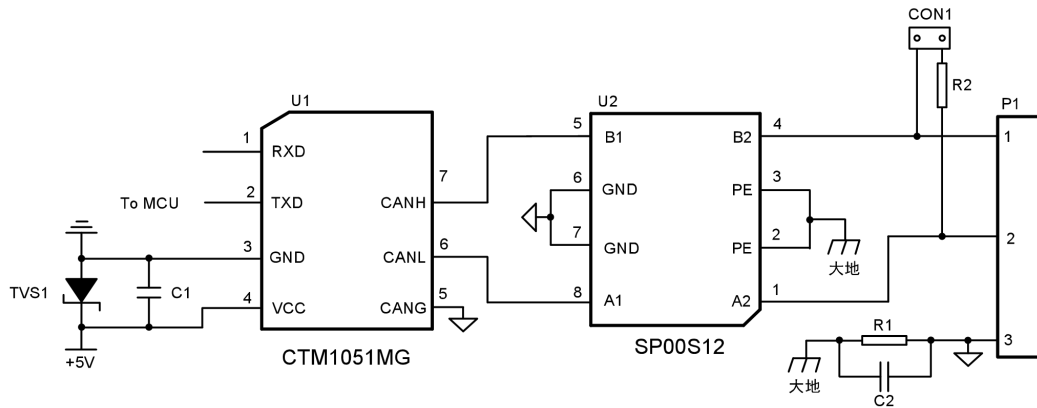
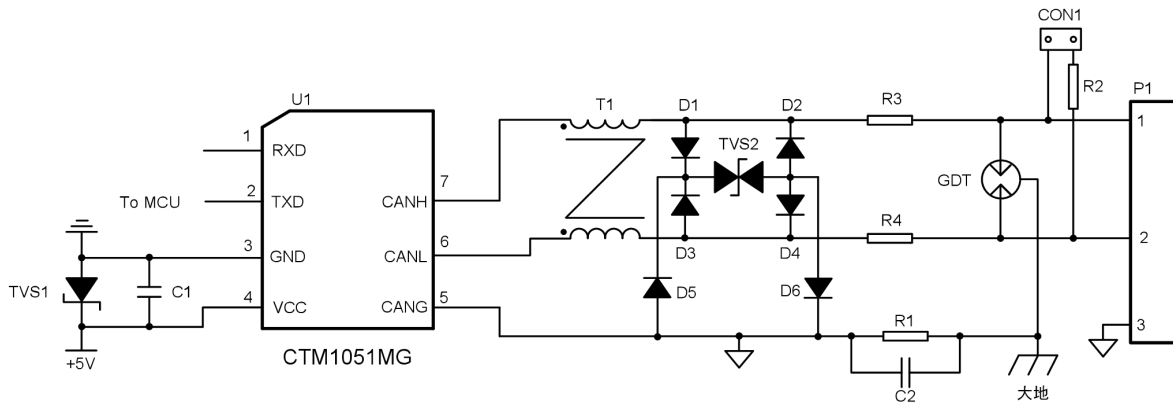

图 3 推荐应用电路 1
图 4 推荐应用电路 2
IEC/EN 61000-4-2 Contact ±8kV(应用电路图 3、图 4) (3)	Perf. Criteria B
IEC/EN 61000-4-5 差模±2kV, 共模±4kV(应用电路图 3、图 4) (3)	Perf. Criteria B
模块应用在户外等恶劣的现场环境时，容易遭受大能量的雷击，此时需要对 CAN 信号端口添加更高等级的防护电路，保证模块不被损坏以及总线的可靠通讯。图 3、图 4 提供了两个针对大能量雷击浪涌的推荐应用电路接线图。按非屏蔽通信线试验配置进行测试，可满足 IEC/EN61000-4-5 差模±2kV，共模±4kV 浪涌等级要求。
如图 3 所示的是 CTM1051MG 配合致远电子 SP00S12 信号浪涌抑制器使用的电路示意图。SP00S12 与 CTM1051MG 之间的连接简单，使用方便，占板面积小。SP00S12 的详细参数请参考产品数据手册。
若需要满足特定的浪涌等级要求时，建议使用如图 4 所示的推荐保护电路，电路的参数可以根据实际测试情况进行调整。其中 CON1 为短路器，单个 CAN 总线网络上，只需要短路头尾两个节点，在总线上加入终端电阻，其他节点开路即可。如表 1 所示列出了一组推荐的电路参数，按非屏蔽通信线试验配置进行测试，可满足 IEC61000-4-5 差模 $\pm$ 2kV，共模 $\pm$ 4kV 浪涌等级要求。另外，组网时，建议使用屏蔽双绞线，并对屏蔽层进行可靠的单点接地。若在一些电磁干扰非常严重的场合，建议使用双层屏蔽双绞线，CANH、CANL、CANG 均进行连接，CANG 接于内层屏蔽，外层屏蔽单点接大地。